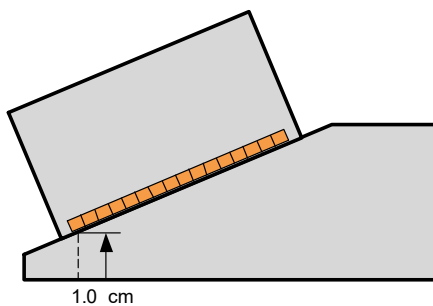

図 4-9 最初の振動子の高さ
- f) **高さ**を選択した後、最初の振動子の高さを入力します（117 ページの図 4-9 参照）。